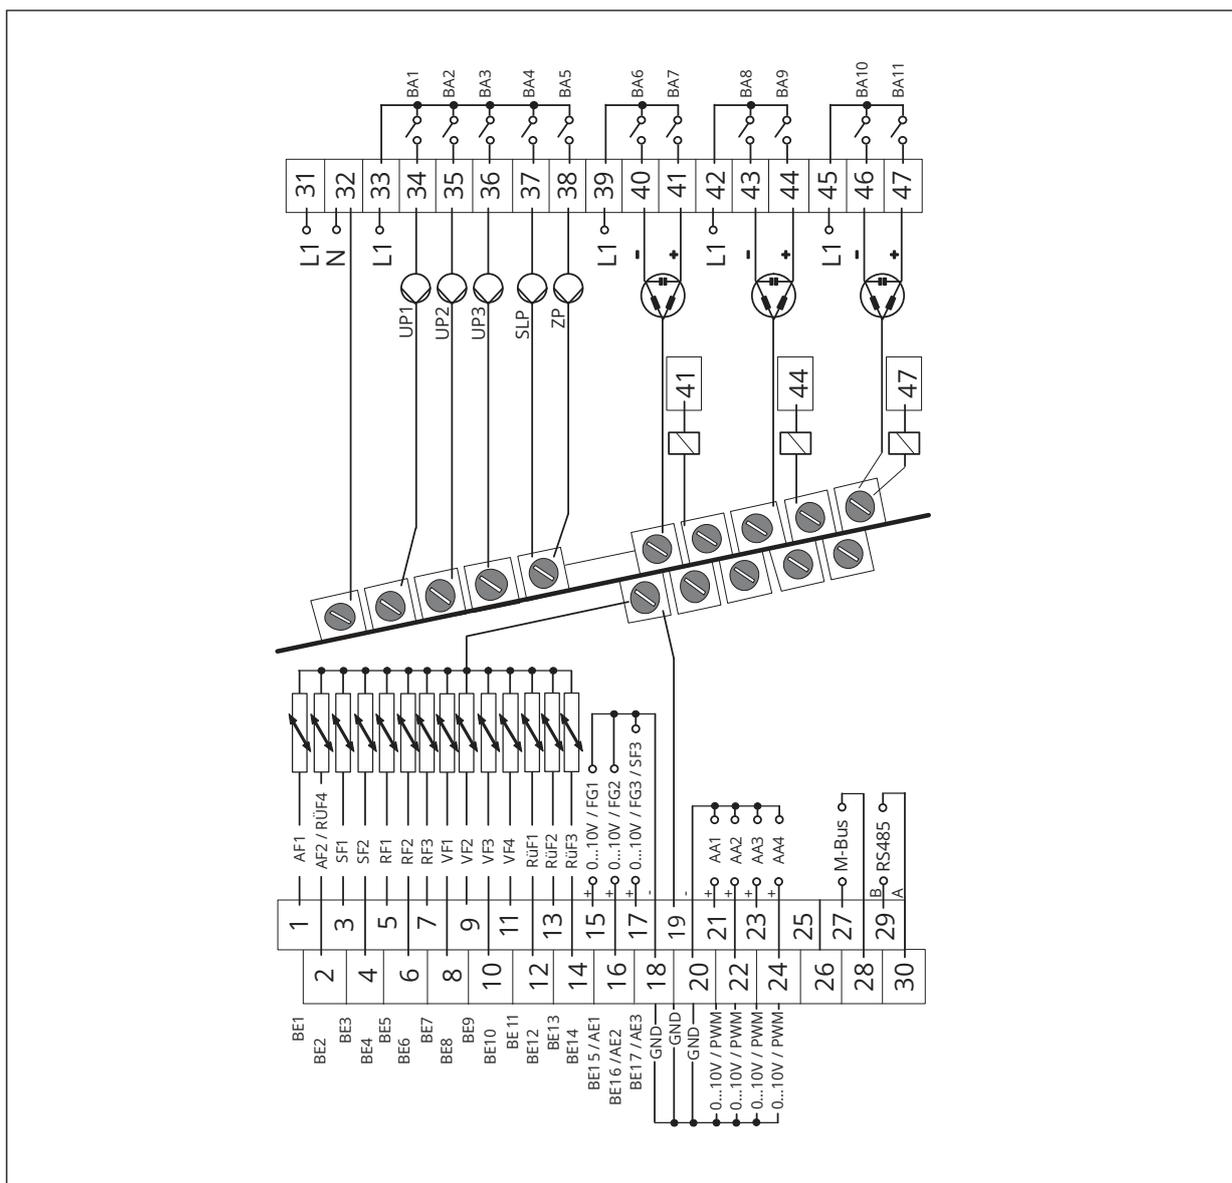
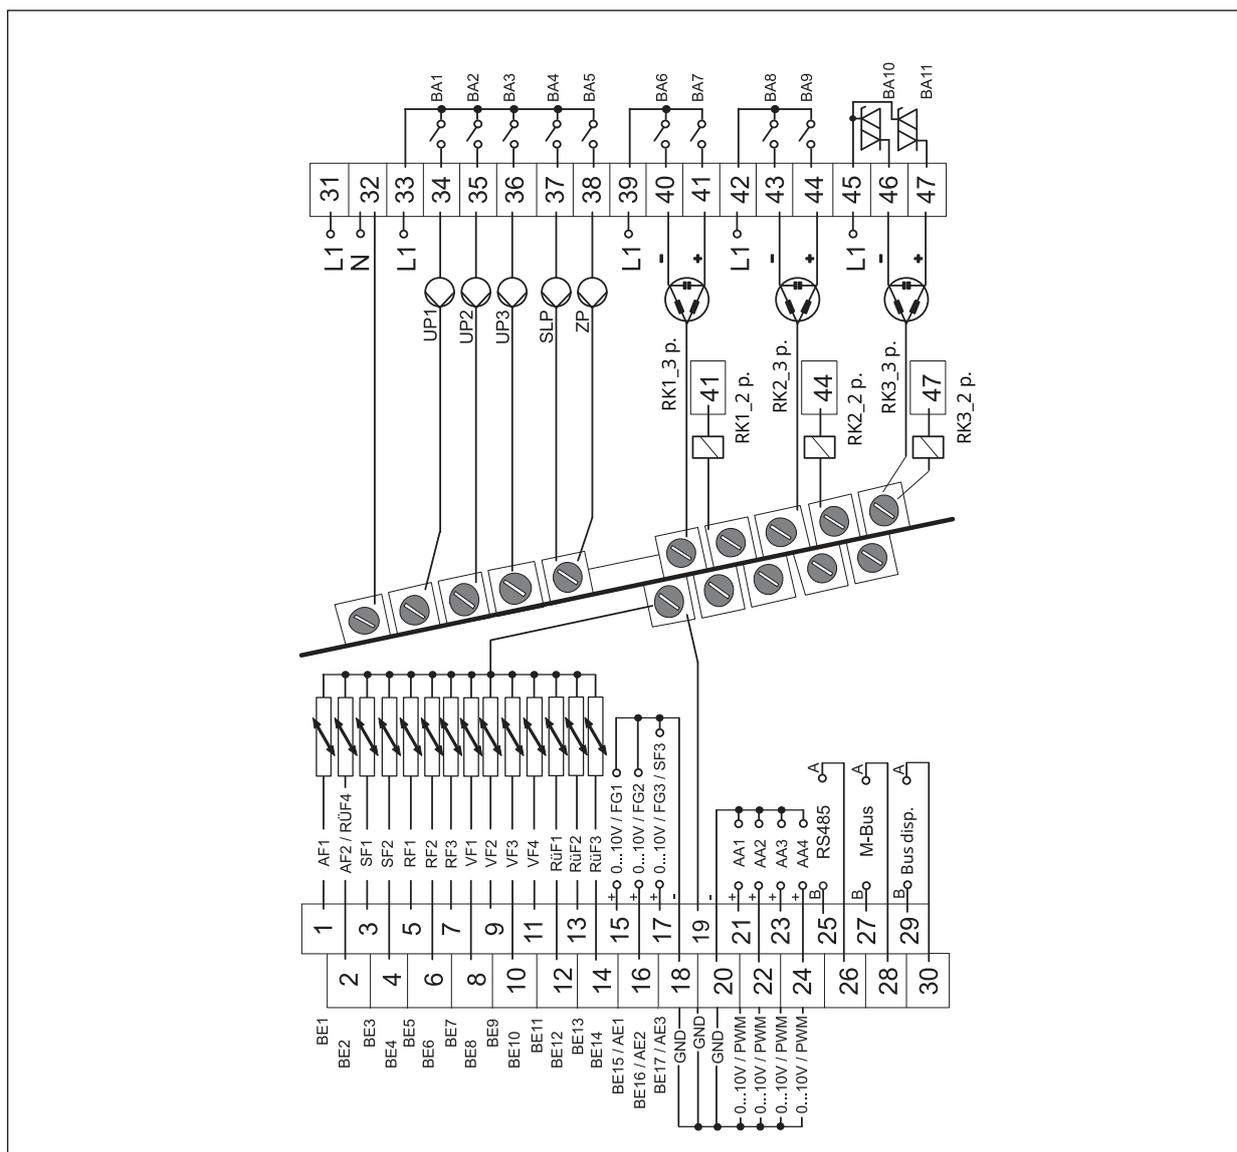

Fig. 3: Collegamento elettrico TROVIS 5578-1113
Fig. 4: Collegamento elettrico TROVIS 5578-1114
- ⇒ Eseguire il collegamento elettrico secondo Fig. 3 (TROVIS 5578-1113) o Fig. 4 (TROVIS 5578-1114).